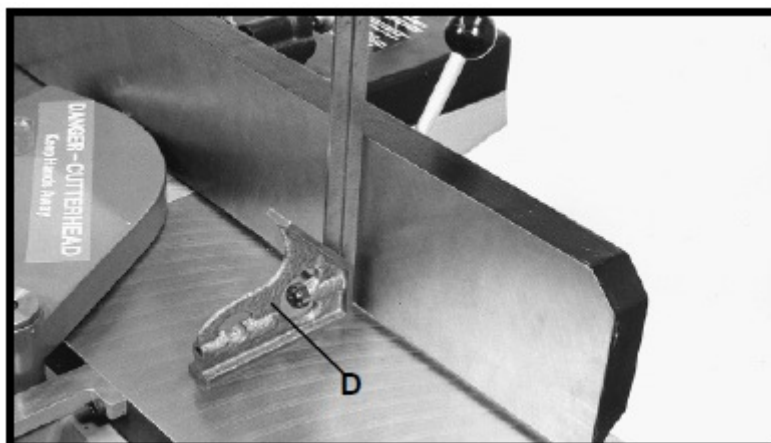

Рис. 34
2. Угольником (D), рис. 34, проверить положение параллельного упора под углом 90° к столу, как показано на рисунке.